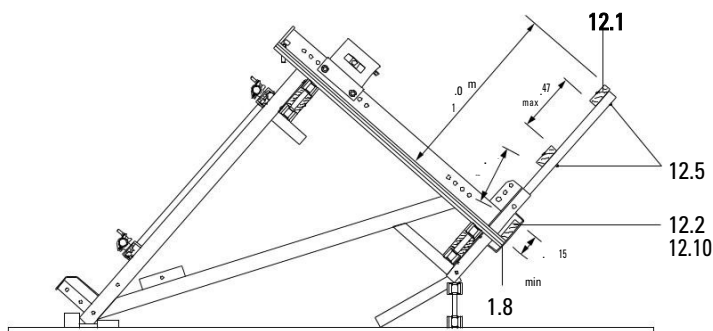
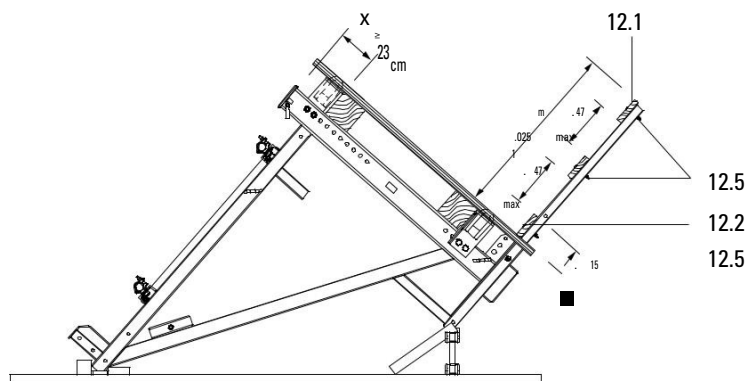

Fig. A1.19a
Fig. A1.19b
(Fig. A1.19a + A1.19b)
4. В зависимост от конструкцията на пода закрепете дъската (12.2) към стойките с F. H. болтове M8 x 100 (12.5) (Fig. A1.19b) или към конзолата с Torx 6 x 40 (12.10). (Fig. A1.19a)